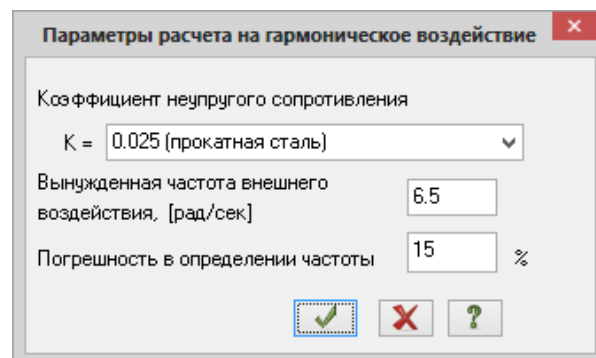

Рис.3.24. Диалоговое окно **Параметры расчета на гармоническое воздействие**
- В диалоговом окне **Параметры расчета на гармоническое воздействие** (рис.3.24) задайте следующие параметры: